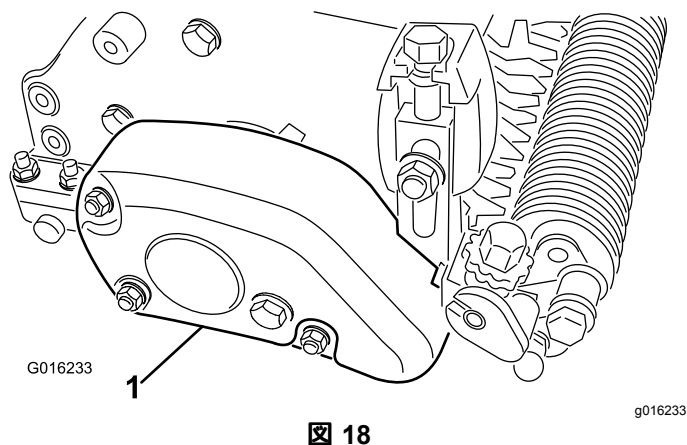

図 18
37. ベルトカバーをグルーマハウジング・アセンブリに取り付けるロックナット3個を使用する図 18。